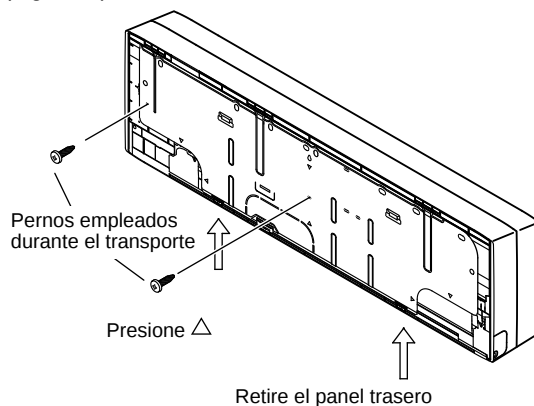

Fig. 3-13
- (1) Extraiga el conjunto de tornillos que se han utilizado para fijar el panel posterior a la unidad interior durante el transporte.
- (2) Presione en el panel posterior en los 2 lugares que muestran las flechas y extraiga el panel posterior. (Fig. 3-13)
Para extraer la unidad interior, presione los dos lugares (marcas Δ) en el lado inferior del bastidor de la unidad para desconectar las ranuras de fijación. Consulte la Sección 3-6. "Extracción del panel posterior de la unidad" (Fig. 3-13). A continuación, levante la unidad interior para extraerla.